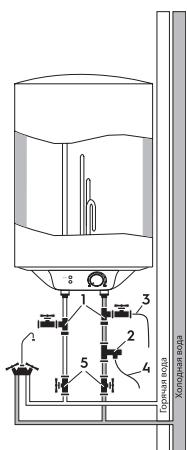

Рис. 5
2. Подключение обратного предохранительного клапана (рис.5, поз. 2): клапан следует устанавливать в месте входа холодной воды (удостоверьтесь, что гибкая сливная трубка (рис.5, поз. 4) установлена, на отверстие спуска давления и слива воды и направлена вниз в
3. При подключении к системе водоснабжения необходимо предусмотреть и реализовать установку индивидуальных запорных вентилей (рис. 5, поз. 5) на линии подачи холодной воды в водонагреватель и на линии выхода горячей.
5. Для упрощения процесса слива воды из водонагревателя рекомендуется на входе и выходе воды из водонагревателя установить тройники (рис. 5, поз.1).